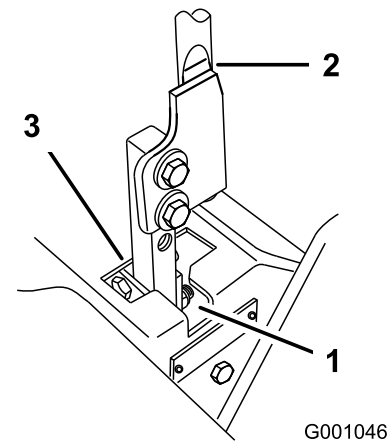

Figura 93
5. Mueva la palanca a la posición de punto muerto, pero no bloqueada (Figura 93).
6. Tire hacia atrás de la palanca hasta que el pasador (en el brazo debajo del eje pivotante) entre en contacto con el extremo de la ranura (empezando justo a tensar el muelle), como según se muestra en la Figura 93.
7. Compruebe la posición de la palanca de control con relación a la muesca de la consola (Figura 93).